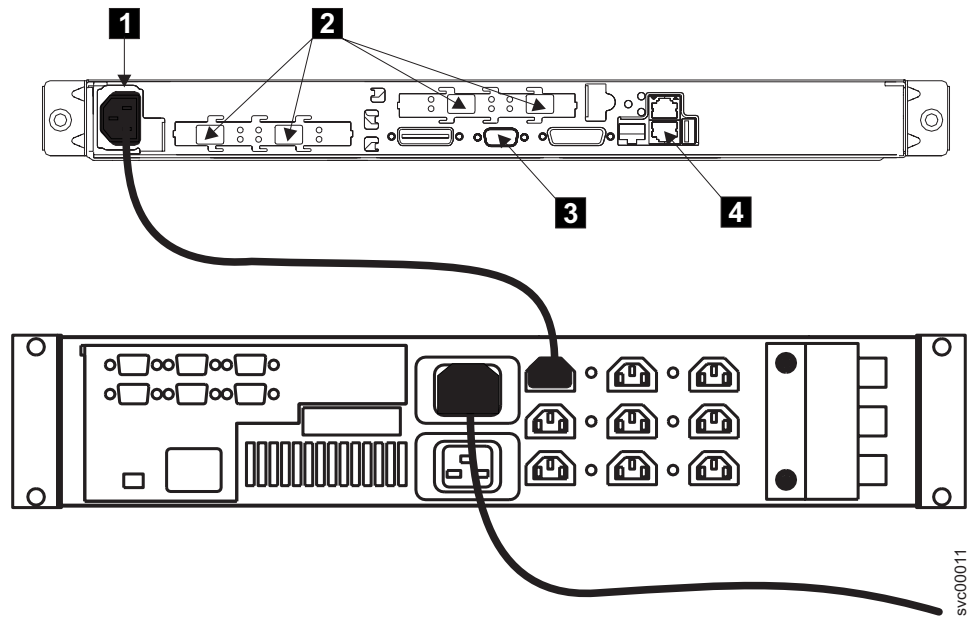

図3. SAN ボリューム・コントローラー 2145-4F2 および 2145 UPS 用の電源ケーブルとシグナル・ソケット
2. 電源ケーブルが 2145 UPS に差し込まれていることを確認する。また、電源ケーブルのもう一方の端が 2145 UPS からラック内の配分点に接続されていることを確認する。 xxv ページの図 3 は、SAN ボリューム・コントローラー